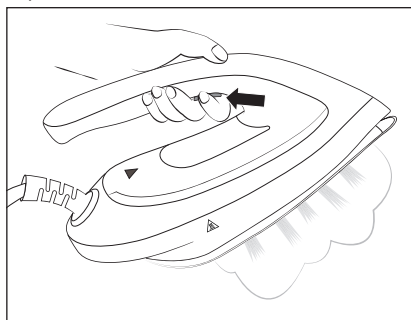

Fig. 5
❶ Nota
- 1) Fare riscaldare il ferro da stiro a vapore ❶ finché il tasto **MAX** ❷ o **ECO** ❸ non resta acceso in modo fisso.
- 2) Prendere il ferro da stiro a vapore ❶ dalla superficie d'appoggio ❷ e premere il tasto per il getto di vapore ❸ (vedere fig. 5) quando si stira. Dalle aperture per la fuoriuscita del vapore della piastra ❹ esce vapore.